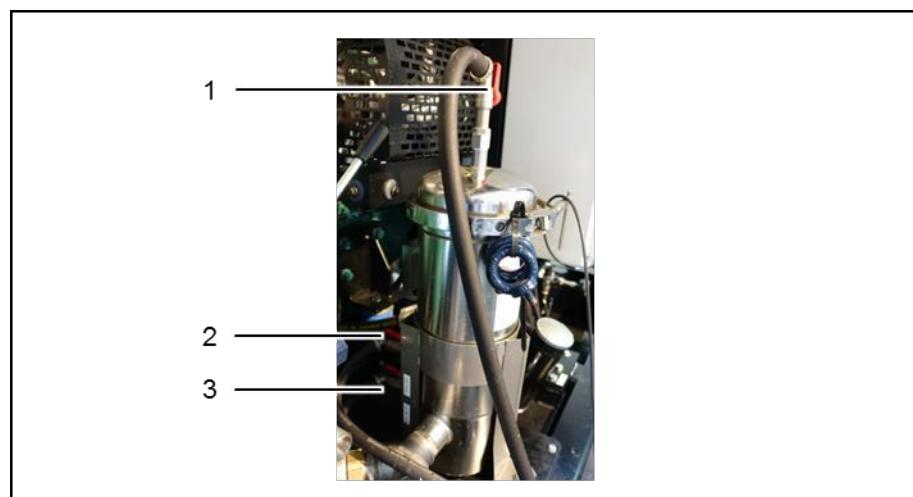

Рис. 18: слив воды из водяного фильтра
1. Откройте воздуховыпускной кран (Рис. 18: поз. 1).
2. Откройте сливной кран 1 (Рис. 18: поз. 2).
3. Откройте сливной кран 2 (Рис. 18: поз. 3).
Перед вводом в эксплуатацию сливные краны (Рис. 18: поз. 2 и 3) необходимо закрыть. Из водяного фильтра с помощью воздуховыпускного крана (Рис. 18: поз. 1) следует удалить воздух.